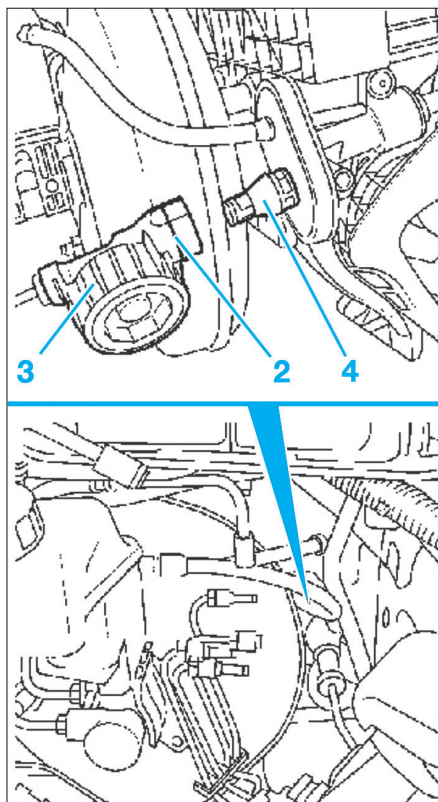

Fig. 5
- Déverrouiller l'agrafe (2) (Fig.5).
- Dégager le tuyau (3) du cylindre émetteur (4).